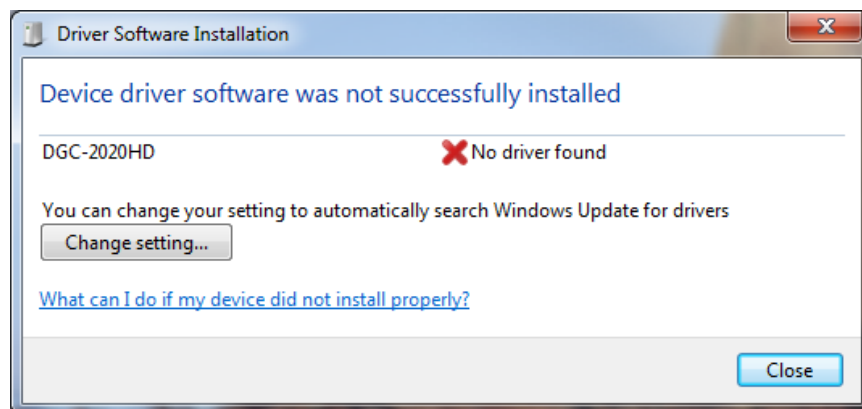

Figure 8-1. Installation du pilote logiciel
- Étape 1. Si le message dans la Figure 8-1 s'affiche, fermez tous les programmes et redémarrez l'ordinateur.